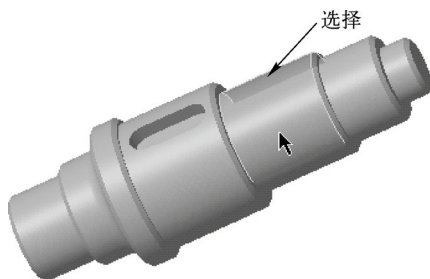

图 12-55 选择模型曲面
STEP 03 弹出“截面分析”对话框，在模型曲面上单击鼠标左键，选择曲面，如图 12-55 所示。